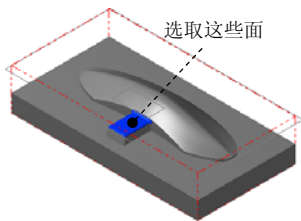

图 9.28 选取加工面
(1) 在图形区中选取图 9.28 所示的面 (共 11 个)，然后按 **Enter** 键，系统弹出“刀具路径的曲面选取”对话框。